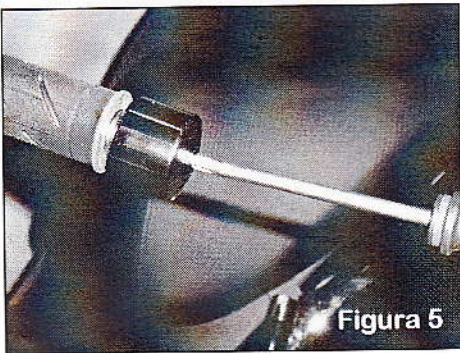

Figura 5
1. Desmontar el contrapeso original. (Figura 5)